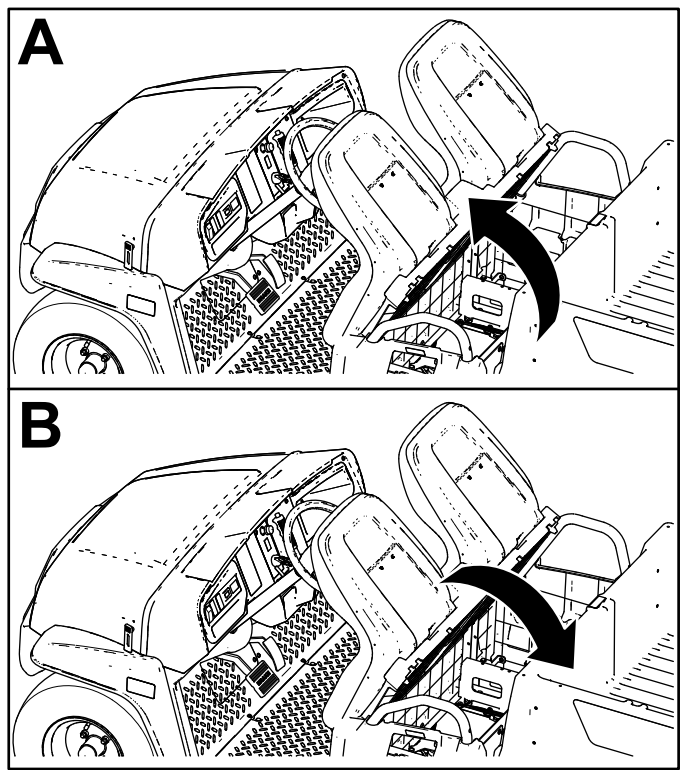

Figura 26
Per sollevare il gruppo sedile, spingetelo in avanti fino ad appoggiarlo al volante (Figura 26).
Per abbassare il gruppo sedile, spingetelo indietro fino a riportarlo nella posizione originale (Figura 26).
1. Spingete il gruppo sedile in avanti in posizione di sollevamento (Figura 26).